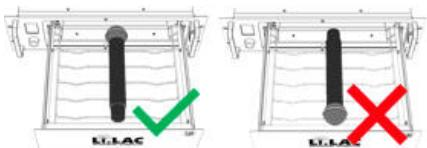

Fig. 3a
3. Coloque los micrófonos dentro del cajón con la cabeza del micrófono hacia la marca (Fig. 3a y 3b).